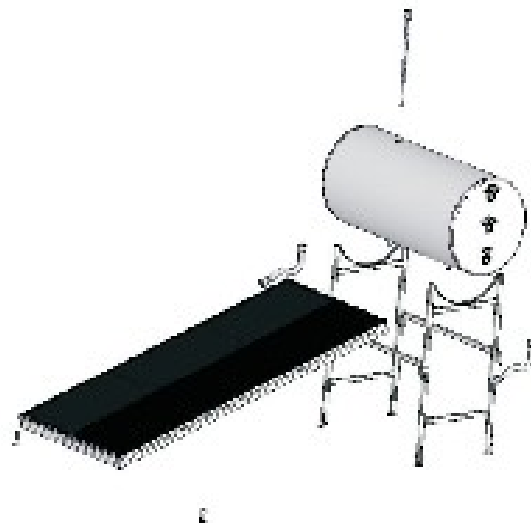

Figura 2 Colocación del termotanque y colector solar en la estructura de soporte
4. Colocar el termotanque y el colector solar (hacia el sur) en la estructura de soporte (ver figura 2)